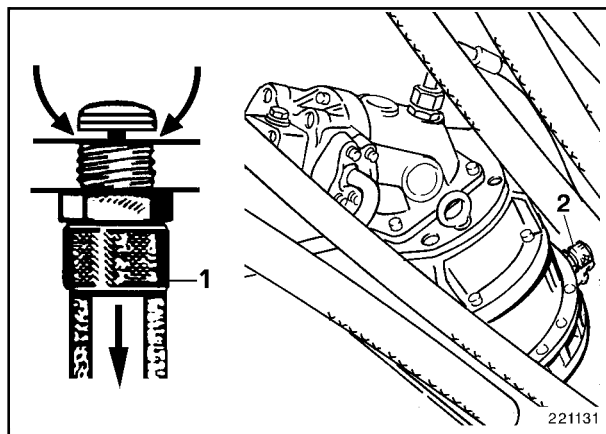

Fig. 2
- Desenroscar la caperuza protectora del tubo purgador (2, Fig. 2).